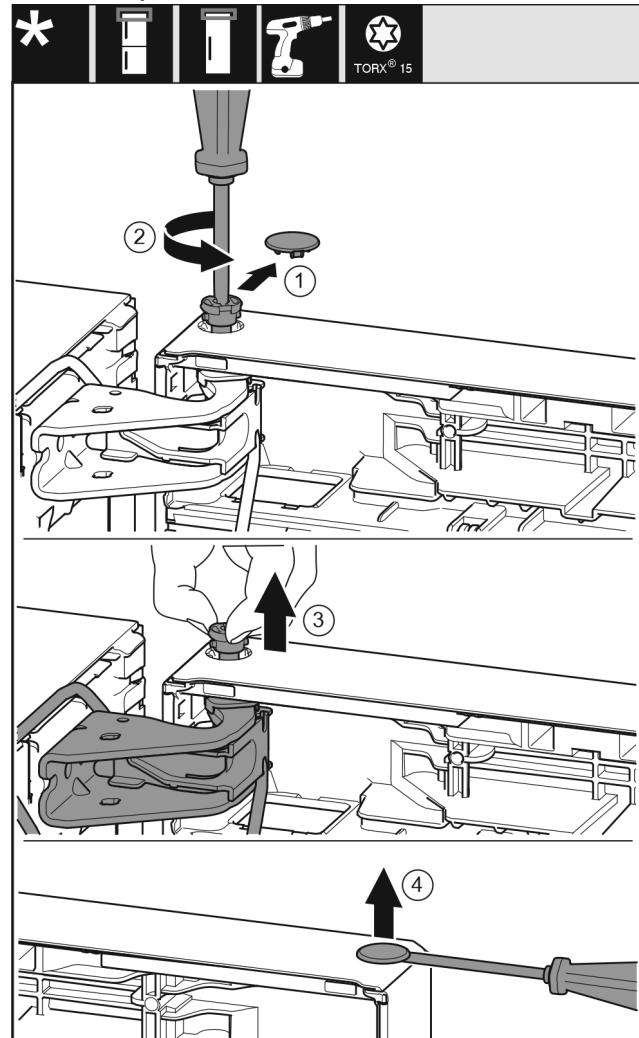

Fig. 22
- Desprindeți cu precauție apărătoarea siguranței. *Fig. 22 (1)*
- Extrageți puțin bolțul prin rotire cu șurubelnita T15. *Fig. 22 (2)*
- Tineți ferm ușa și extrageți bolțul cu degetele. *Fig. 22 (3)*
- Ridicați cu precauție dopul din cузinetul ușii cu o șurubelnită plată și extrageți-l. *Fig. 22 (4)*